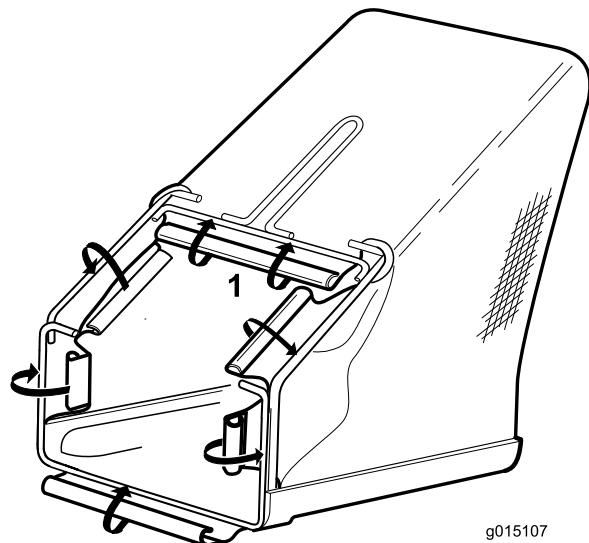

Figura 4
- 2. Partendo dalla stegola, collegate i 6 fermagli in plastica sul cesto di raccolta al telaio a trama metallica (Figura 4).